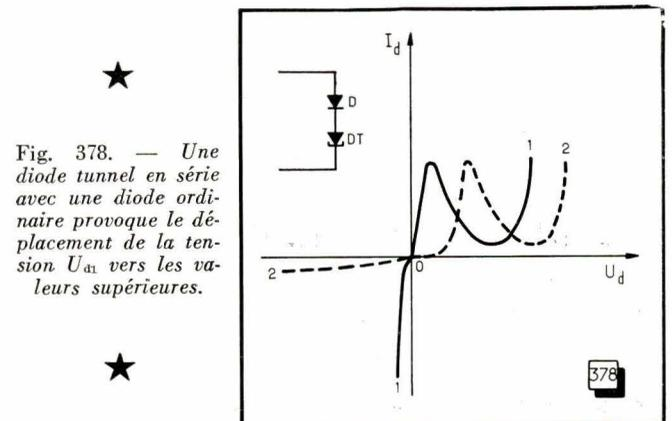

Fig. 378. — Une diode tunnel en série avec une diode ordinaire provoque le déplacement de la tension U_{d1} vers les valeurs supérieures.
Si l'on éprouve le besoin de déplacer l'ensemble de la courbe d'une diode tunnel vers les tensions supérieures, ce qui peut être intéressant, en particulier, lorsqu'une telle diode se trouve couplée directement à un transistor au silicium, dont la caractéristique commence vers 0,7 V, il suffit de connecter une diode ordinaire D en série avec la diode tunnel DT et dans le même sens (fig. 378). On obtient alors une courbe résultante ayant l'allure (2) et on remarquera que la caractéristique inverse y est « non conductrice », c'est-à-dire celle de la diode D.
En connectant en série une diode inversée et une diode tunnel, c'est-à-dire en mettant une diode inversée à la place de D dans la figure 378, on peut donner à la branche gauche de la courbe résultante non pas l'allure (2), qui est celle de la non-conduction, mais l'allure (1).